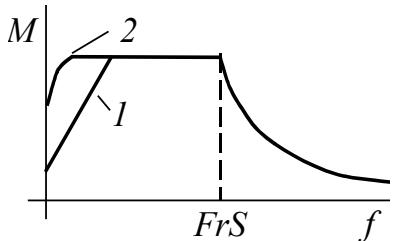

Рис. 11.1 Зависимость допустимого по теплу момента от частоты
- ACL, [Self cooled] – активизирована защита самоохлаждаемого двигателя (допустимый по теплу момент снижается на малых скоростях в соответствии с кривой 1 на рис. 11.1);
- FCL, [Force-cool] – активизирована защита двигателя с принудительным охлаждением (допустимый момент от скорости практически не зависит, кривая 2 на рис. 11.1).